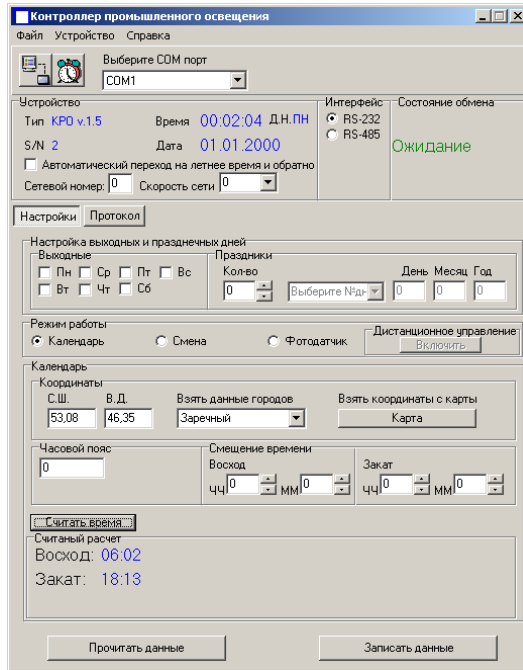

Рис. 4
2.2.21 При выборе режима «Календарный» необходимо выполнить следующие настройки (рис.4):